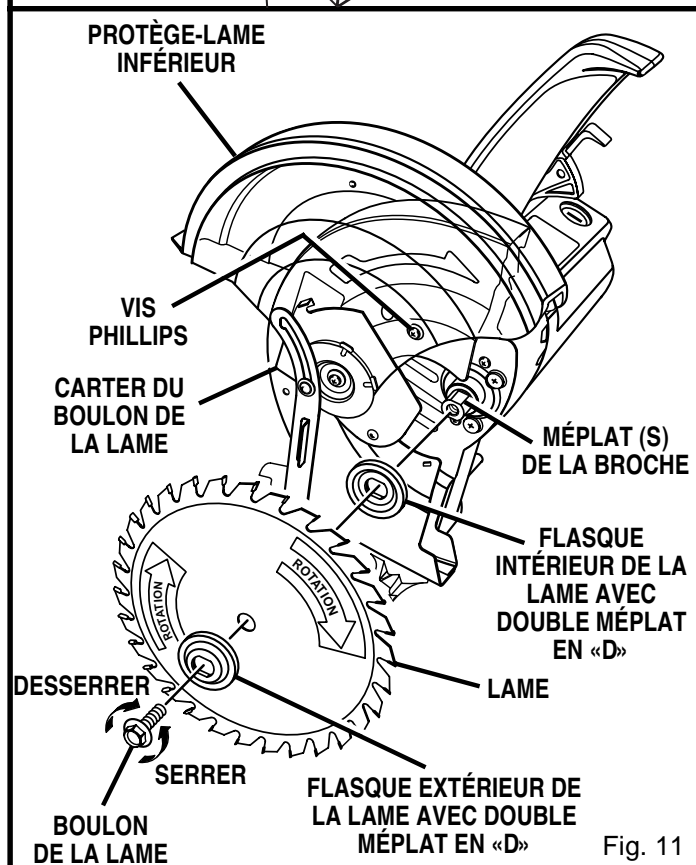

Fig. 11
- Desserrez la vis Phillips qui se trouve sur le carter du boulon de la lame afin que ce carter puisse être relevé. Voir figure 11.
- Montez la lame à l'intérieur du protège-lame inférieur et sur la broche; les dents de la lame se dirigeant vers le bas à l'avant de la scie, comme l'illustre la figure 11.